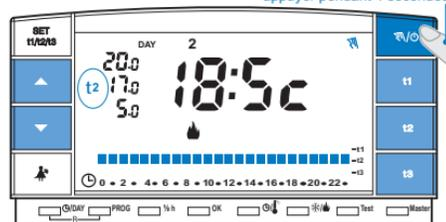

fig. 41
- Maintenir la touche «  » appuyée (environ 4 sec.), le symbole «  » devient fixe. Le niveau de température en cours est appliqué à toutes les heures du jour (ex. fig. 41).